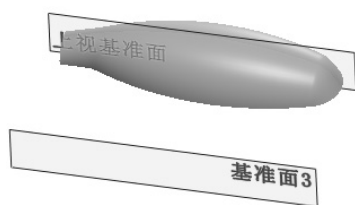
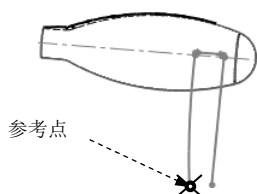

图 6.15.17 基准面 3
图 6.15.18 选择参考元素
Step15. 创建如图 6.15.17 所示的基准面 3。选择下拉菜单 **插入(I)** → **参考几何体(G)** → **基准面(F)...** 命令; 选取如图 6.15.18 所示的点和上视基准面为基准面 3 的参考元素; 单击该对话框中的 ☒ 按钮, 完成基准面 3 的创建。